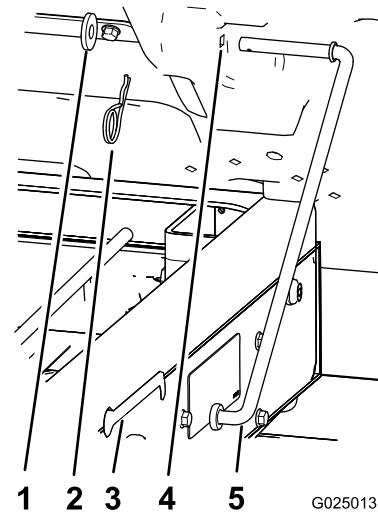

図 4
4. 支え棒を荷台の裏側に固定しているヘアピンコッターとワッシャを外す図 4。
5. 支え棒を前にずらしてフレームのブラケットから外す図 4。